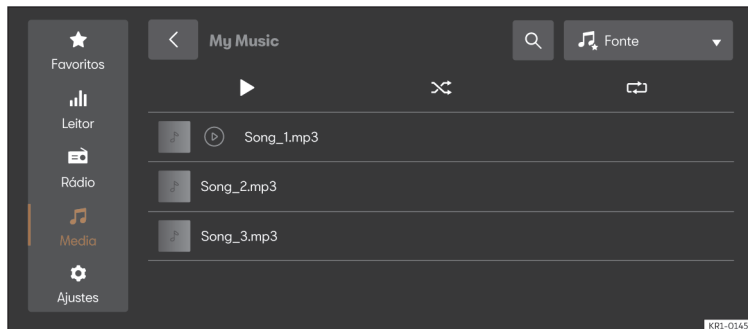

Fig. 158 Representação esquemática: Vista Multimédia.
- Pressione **HOME** > >>> **Fig. 158**.